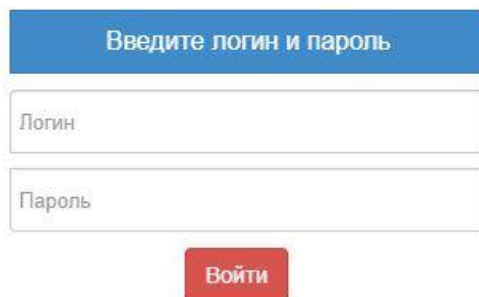

Рисунок 8
2.2.5.1 Включить тумблеры «Сеть» и АКБ на задней стенке прибора. Светодиоды «Сеть» и «АКБ» на передней панели должны загореться зеленым цветом. Начнется загрузка рабочей программы, которая займет не более 2-х минут. По окончании загрузки на ЖК-дисплее появится предложение ввести логин и пароль для входа в систему (рисунок 8):
В верхней строке браузера набрать IP-адрес и порт сервера, где расположен программный комплекс «Протон», например: 10.80.26.102:8000. Нажать Enter, откроется окно программы ПК «Протон» (рисунок 8).